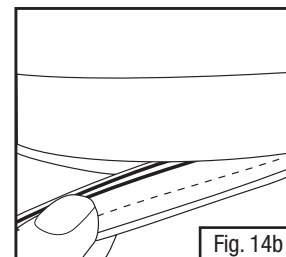

Fig. 14b
- Tome el empaque negro del y jale lentamente hacia fuera en las pequeñas secciones, alrededor del recubrimiento (Fig. 14b).